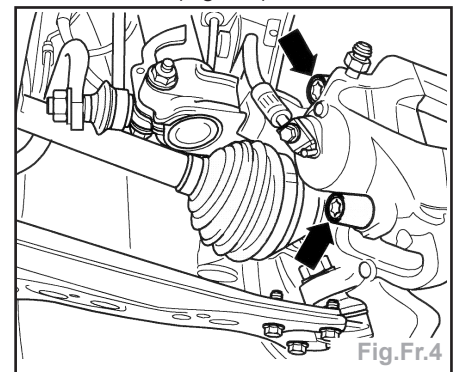

Fig.Fr.4
- Retirer les capuchons et dévisser les deux axes de guidage (flèches) de l'étrier et les extraire (Fig.Fr.4).
- Visser l'étrier au carter de roulement de roue au moyen des deux axes de guidage (flèches) et les serrer à **2,8 daN.m** (Fig.Fr.4).